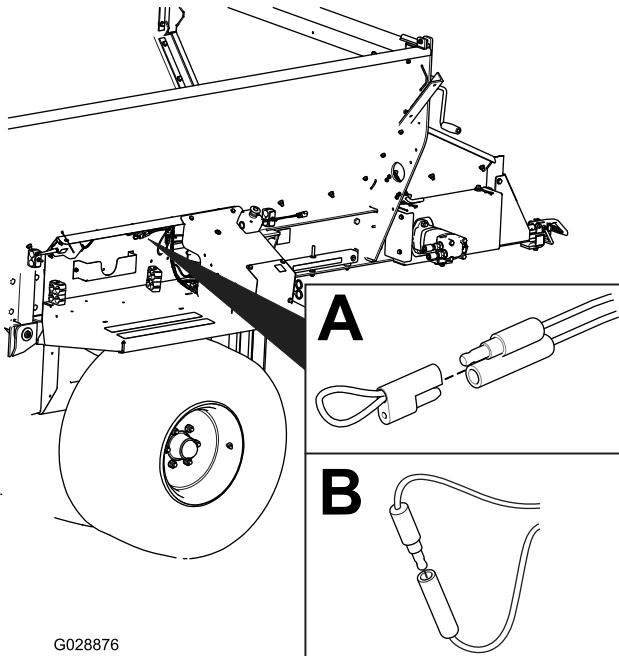

Figura 32
2. Retire el tapón de los 2 conectores de derivación diagnósticos (Figura 32, A).
3. Conecte entre sí los conectores de derivación diagnósticos (Figura 32, B).
2. Desconecte los conectores de derivación diagnósticos (Figura 32, B).
3. Coloque el tapón en los 2 conectores de derivación diagnósticos (Figura 32, A).